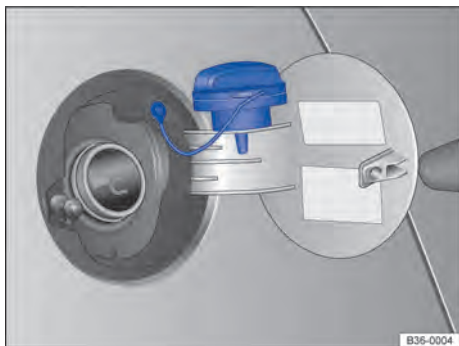

Fig. 216 Portinhola do tanque aberta com a tampa do tanque pendurada.
- Girar a tampa do tanque no sentido anti-horário e encaixá-la na dobradiça da portinhola do tanque ⇒ Fig. 216.